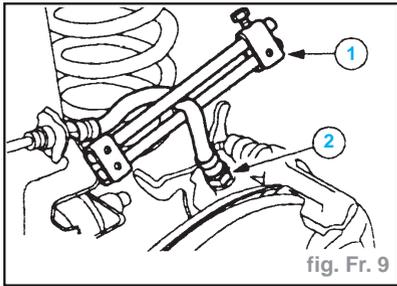

fig. Fr. 9
- Desserrer le flexible de frein : (fig. Fr. 9)
- poser une pince sur le flexible de frein (1),
- desserrer le raccord de flexible de frein (2).